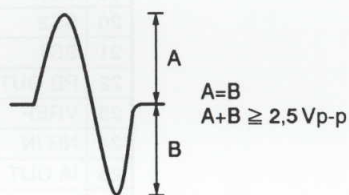

Figura 8
3. Contemplando la pantalla del osciloscopio, presione la tecla PROGRAM y observe durante un momento la forma de onda de la figura 8. Verifique si la amplitud es de 2,5 V_{p-p} por lo menos y si la amplitud de las partes positiva y negativa son iguales. Como la forma de onda solamente sale durante un momento cuando se presiona la tecla PROGRAM, presione una y otra vez esta tecla hasta que logre comprobar la forma de onda.